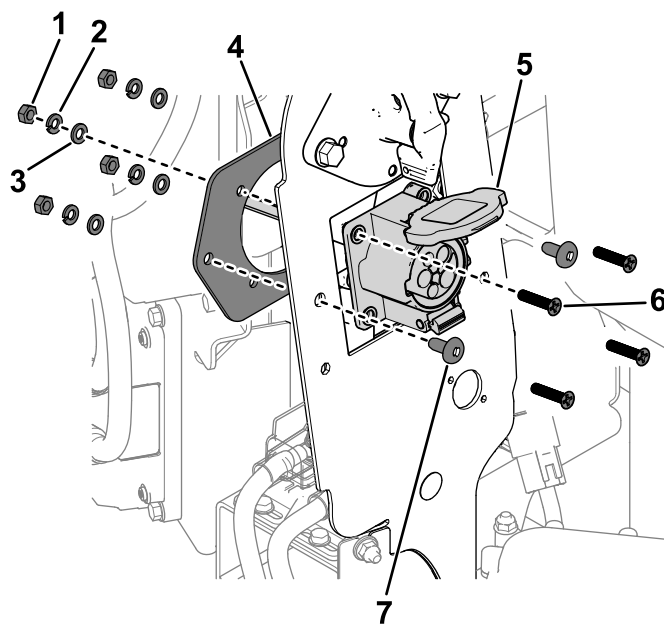

Figura 3
1. Utilizzate 2 viti (5/16") e le viti, le rondelle e i dadi già presenti sul connettore del caricabatterie per fissare il connettore e la piastra del connettore al pannello del telaio (Figura 3).